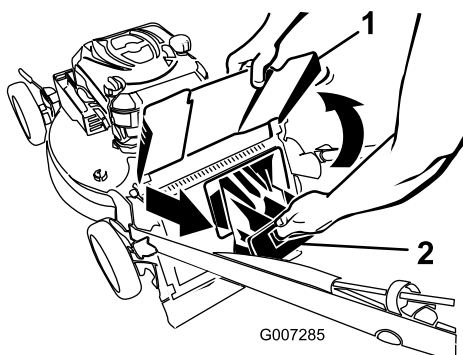

Figure 20
2. Soulevez le déflecteur d'éjection et gardez-le dans cette position (Figure 20).
3. Retirez l'obturateur d'éjection arrière (Figure 20).
1. Soulevez le déflecteur d'éjection et gardez-le dans cette position (Figure 20).
2. Retirez l'obturateur d'éjection arrière (Figure 20).